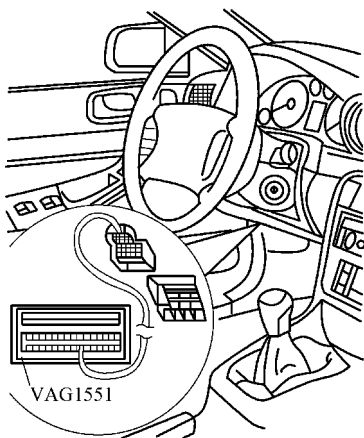

图 5-83 连接诊断插头
① 仪表板左侧的熔丝盒内 10、28、29、32、34、43 号熔丝正常。
② 蓄电池电压不低于 11.5V。
③ 发动机及车身（蓄电池下）搭铁线正常。
④ 发动机控制单元及诊断连线正常。
3) 连接诊断插头，如图 5-83 所示。